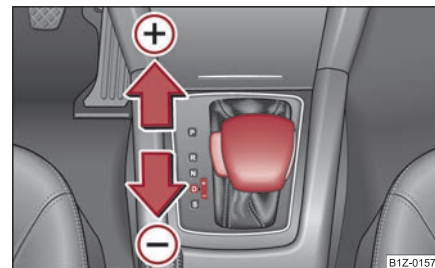

Fig. 155 Palanca selectora: cambio manual
- Presione ligeramente la palanca selectora (en la posición Tiptronic) hacia adelante ⇒ página 141, fig. 155 (+).